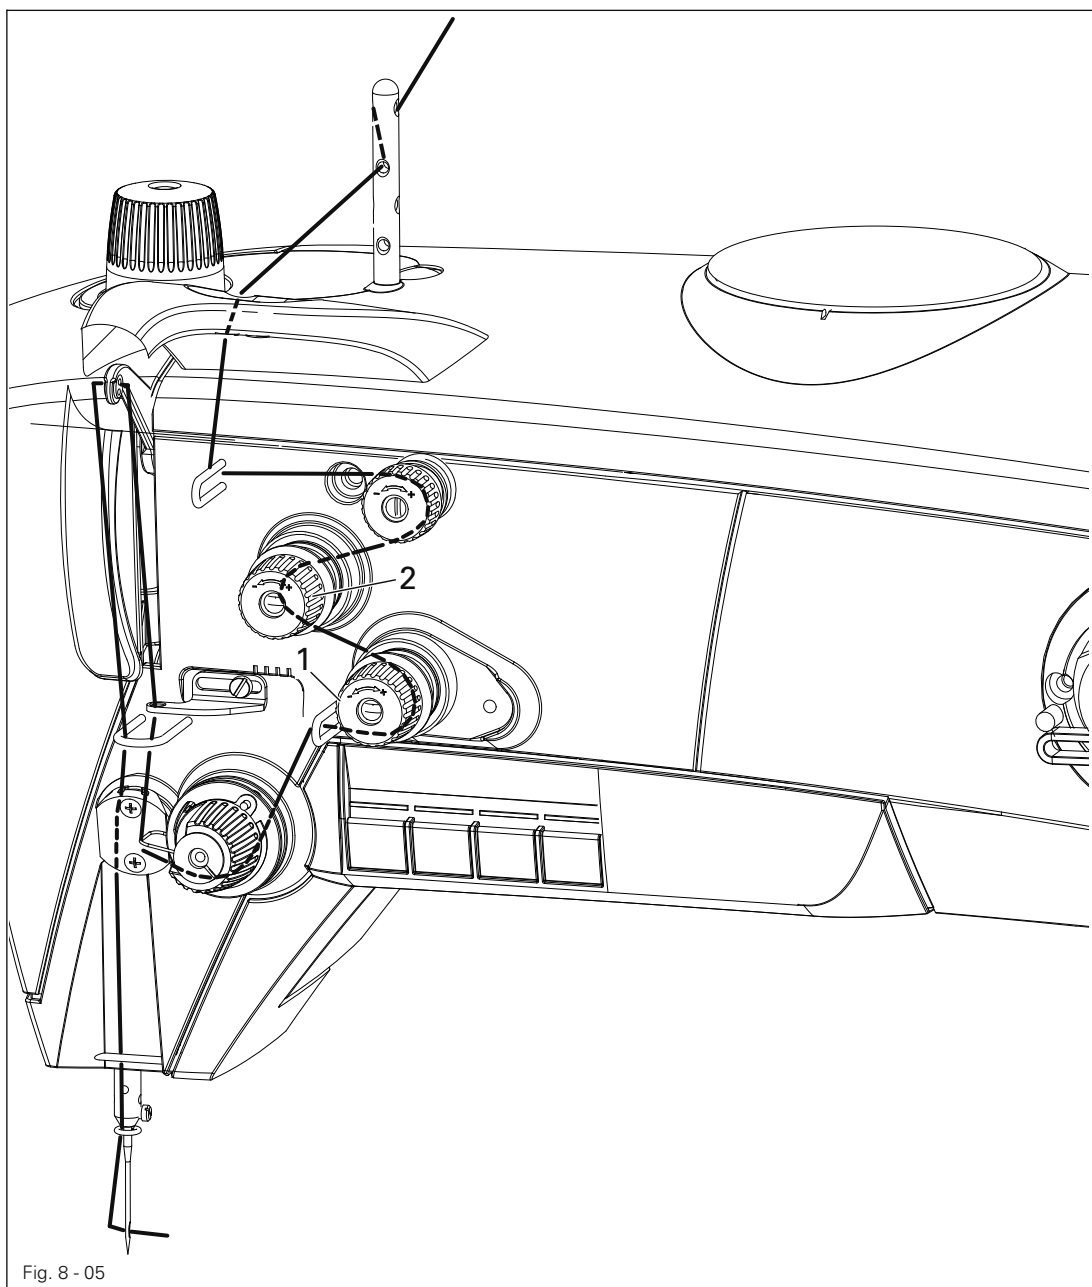

Fig. 8 - 05
- Enfiler les deux fils d'aiguille selon la fig. 8 - 05.